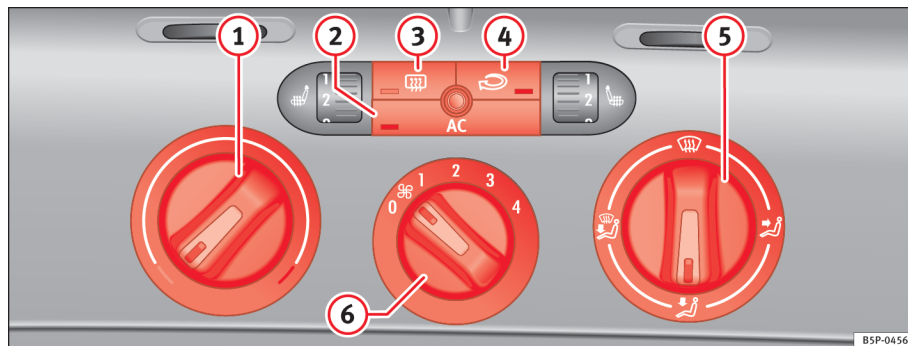

Fig. 127 I instrumentpanelet: betjeningslementer til Climatic
- Du kan indstille temperaturen, luftfordelingen og blæsertrinet med kontakterne ⇒ fig. 127 ①, ⑤ og ⑥.
- Tryk på knappen ②, ③ eller ④ for at aktivere eller deaktivere den pågældende funktion. Når funktionen er deaktiveret, er der lys nederst på knappen.
- ① Kontakt til temperaturregulering ⇒ side 154
- ② Knap [AC] – tilslutning og afbrydelse af køleanlæg ⇒ side 154
- ③ Knap [ ] – elbagrude. Når elbagruden har været tilsluttet i ca. 20 min., bliver den automatisk afbrudt. Du kan afbryde elbagruden før tid ved at trykke på knappen.
- ④ Knap [ ] – recirkulationsfunktion ⇒ side 155
- ⑤ Kontakt til luftfordeling ⇒ side 154
- ⑥ Blæserkontakt. Lufttilførslen kan reguleres i fire trin. Blæseren bør altid køre i lavt trin, når bilen kører langsomt.
- Tilslut airconditionanlægget ved at trykke på knappen ⇒ side 153, fig. 127 .